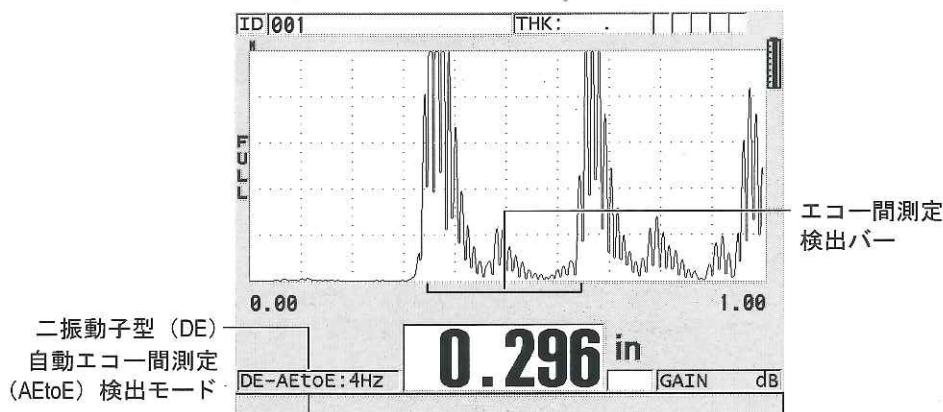

図 5-13 自動エコー間測定モードでの測定
**DE-AEtoE** インジケータは厚さ測定値の左に表示されます。三角形のマーカーは、エコー間測定検出バーに置き換えられ、厚さを決定するのに使用される底面エコーの正確なペアを示します (75 ページ図 5-13 参照)。エコーの高さはプリセットされたレベルに自動的に調整されます。